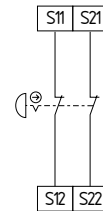

Abb. 5
**Zweikanalige NOT-HALT-Schaltung mit Befehlsgeräten nach EN ISO 13850 und EN 60947-5-5 (siehe Abb. 5)**